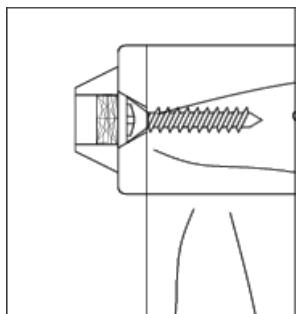

Figure 1
- Utilisez un foret de 3/32 po pour percer des avant-trous dans le meuble sur les « marques des vis ». Utilisez les DEUX (2) vis courtes pour fixer le support de montage côté meuble. Ce support de montage peut être installé à la verticale ou à l'horizontale, au besoin (voir la Figure 1).